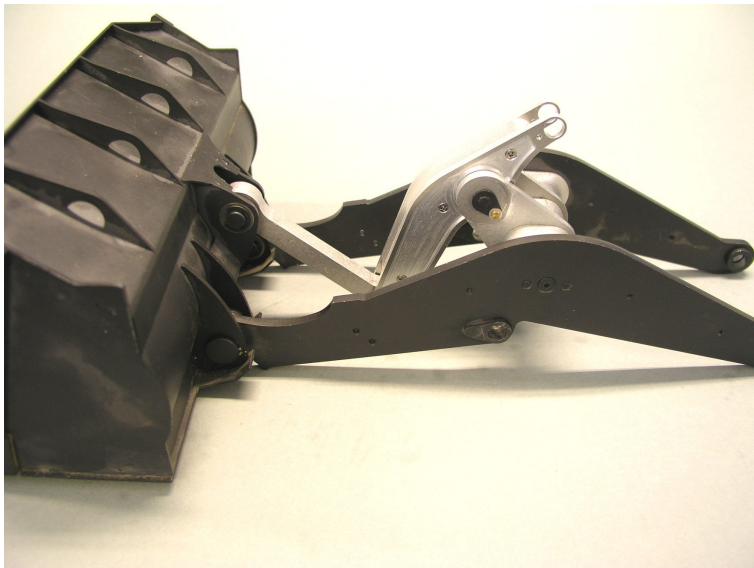

Bild 14
Damit die Z-Kinematik richtig arbeitet müssen Sie noch den original Umlenkhebel durch unser Bauteil (C) ersetzen. Fädeln Sie bitte die 2 Paßscheiben, wie in Bild 13 zu sehen, mit auf den Bolzen. Die Einbaulage des Umlenkhebels (C) sehen Sie auch in Bild 14.